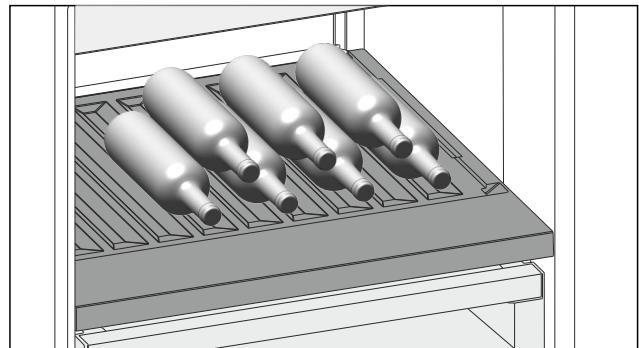

Fig. 117
► 将瓶底向后对着后壁放入瓶子。 (参见 Fig. 117)